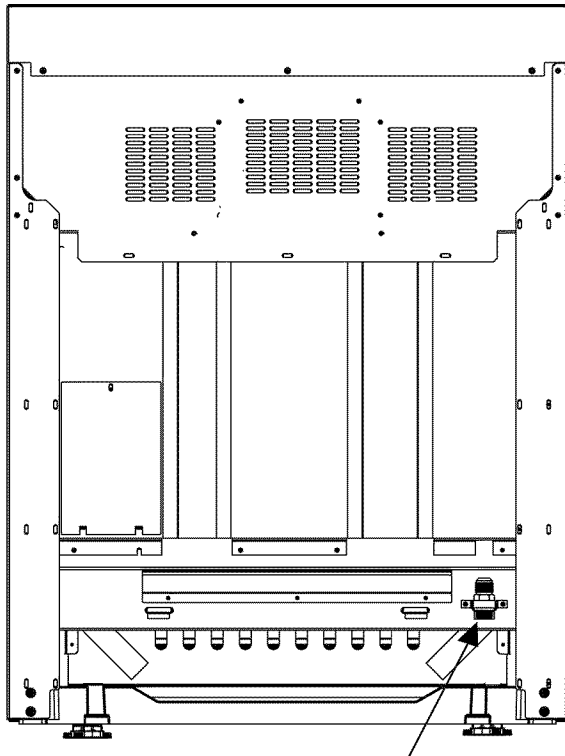
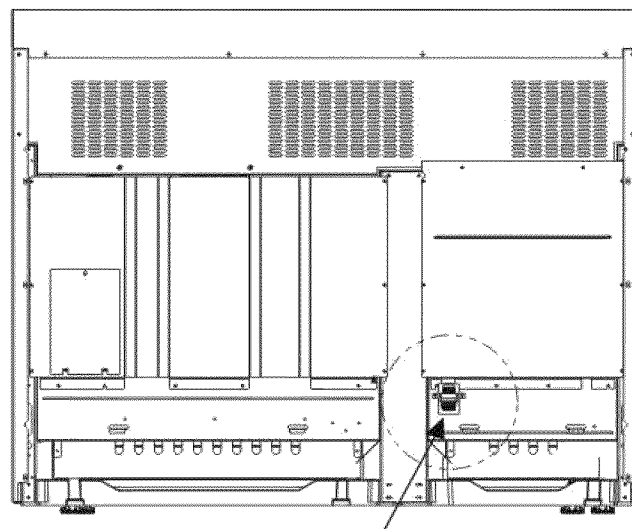

Figure 9 : Emplacement du tuyau d'arrivée de gaz pour les cuisinières de 30'' et 36''
Figure 10 : Emplacement de la connexion d'entrée de l'alimentation en gaz sur cuisinières 48 po
2. Utilisez un raccord à gaz souple de 3/4" entre l'alimentation en gaz et le tuyau d'arrivée de gaz de l'appareil. Le tuyau d'arrivée de gaz de toutes les cuisinières est situé en bas à droite. (Voir *Figure 9* et *Figure 10*). Le tuyau d'arrivée de gaz de l'appareil est de type NPT 1/2".